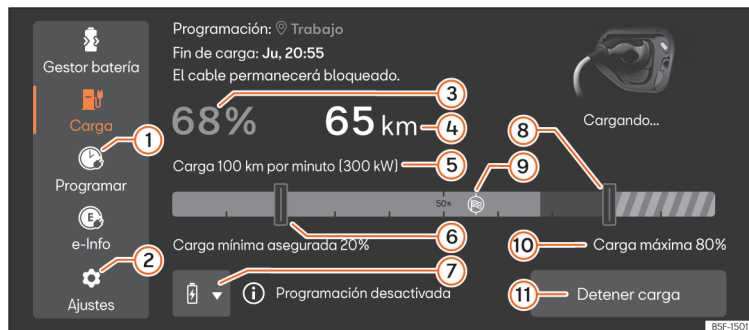

Fig. 64 En el sistema de infotainment: menú principal Carga.
2. Pulse el botón  **2** >>> **fig. 64**.